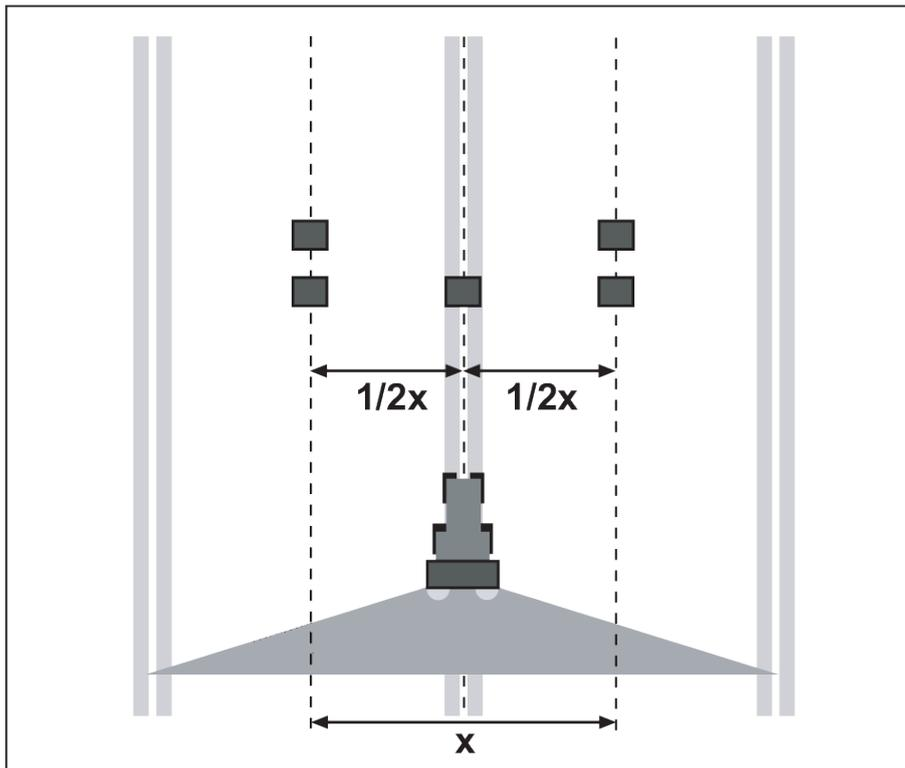

Abb. 32: Aufstellung für eine Überfahrt
- ▶ Je zwei Auffangschalen im Abstand von **1 m** hintereinander in den Überlappungszonen (zwischen den Fahrgassen) und eine Auffangschale in der Fahrspur aufstellen (entsprechend Abb. 32)